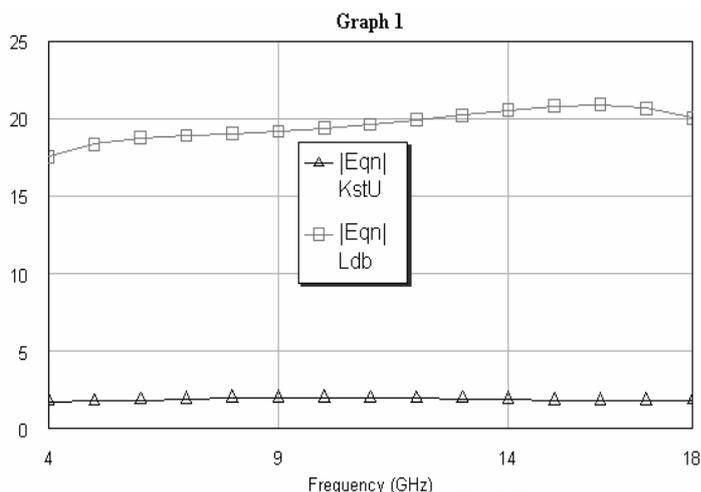

Рис. 4.48
1. Щёлкните левой кнопкой мышки по значку **Analyze** на панели инструментов. Результаты анализа отображаются на графике рис. 4.48.